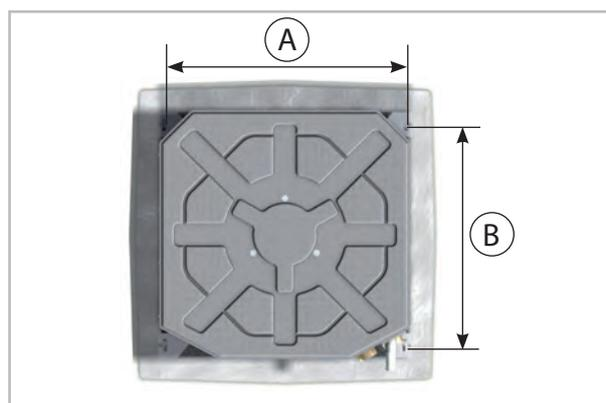

Abb. 31: Gerät einhängen
1. ➤ Markieren Sie gemäß den Abmessungen der eingesetzten Deckenkassette die Befestigungspunkte der Gewindestangen an statisch zulässigen Bauwerksteilen und oberhalb der Zwischendecke (Abb. 31).